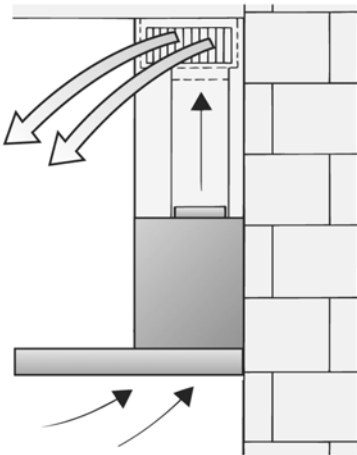

Рис. 11
1. Начертите линию на стене от потолка до нижнего края вытяжки в центре того места, в котором предполагается установить вытяжку (рис. 11).
2. Используйте шаблон для маркировки на стене точек, в которых будут установлены винты (рис. 11).
3. Просверлите 4 отверстия  $\varnothing$  8 мм для крепления вытяжки и 2 отверстия  $\varnothing$  8 мм для крепления обшивки вытяжной трубы. Вставьте дюбели в отверстия таким образом, чтобы они были заподлицо со стеной (рис. 11).